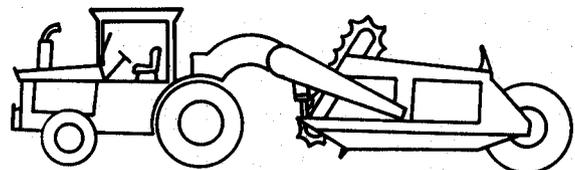

**Figure 4 – Direction articulée**
5.1.2.2 Direction articulée (voir figure 4)